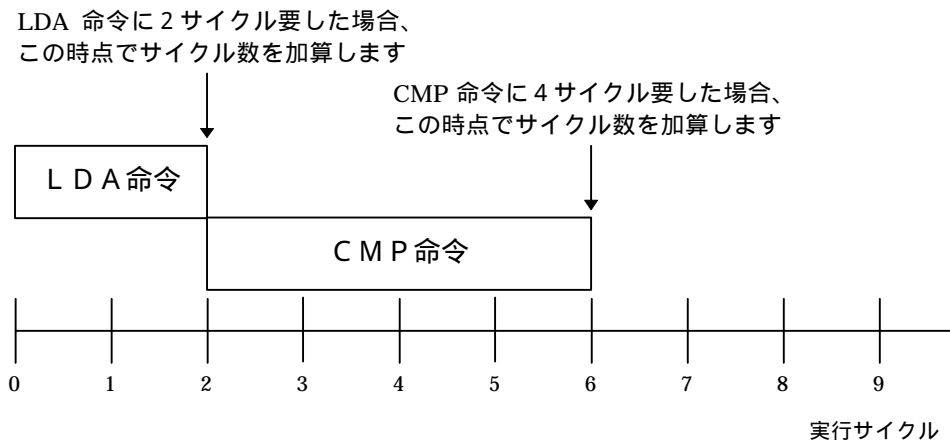

図3.1 サイクルの計測方法
- サイクル数の計測は、リセット直後から開始し（リセット直後のサイクル数は0になります）機械語1命令の実行に要したサイクル数を命令実行後に加算していきます（下図3.1を参照下さい）。